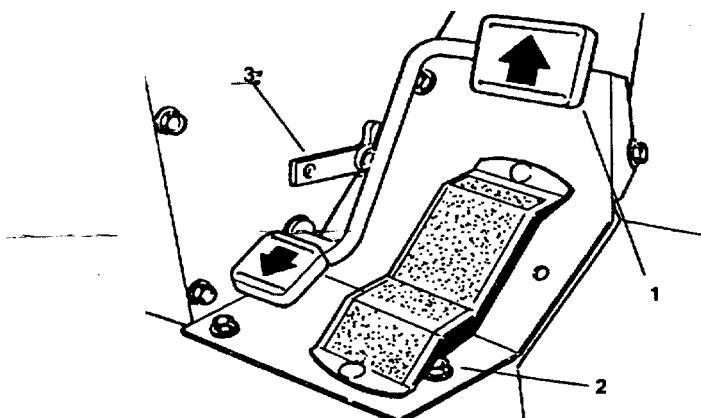

Figure 9
**Pédale de déplacement et d'arrêt** (Fig. 9, 10, & 11)— cette pédale a trois fonctions: 1) déplacement en marche AV; 2) déplacement en marche AR et 3) arrêt de la machine. Appuyer avec le bout du pied droit sur le haut de la pédale pour avancer, ou avec le talon sur le bas de la pédale pour reculer ou faciliter l'arrêt de la machine en marche AV. Ramener la pédale à la position centrale pour arrêter la machine. Pour plus de confort, ne pas laisser reposer le talon sur le bas de la pédale lorsque la machine est en marche AV.
**Sélecteur de vitesse (Modèles diesel)** (Fig. 9)—le levier à came situé sur le côté de la pédale de déplacement peut être tourné pour maintenir la vitesse désirée.